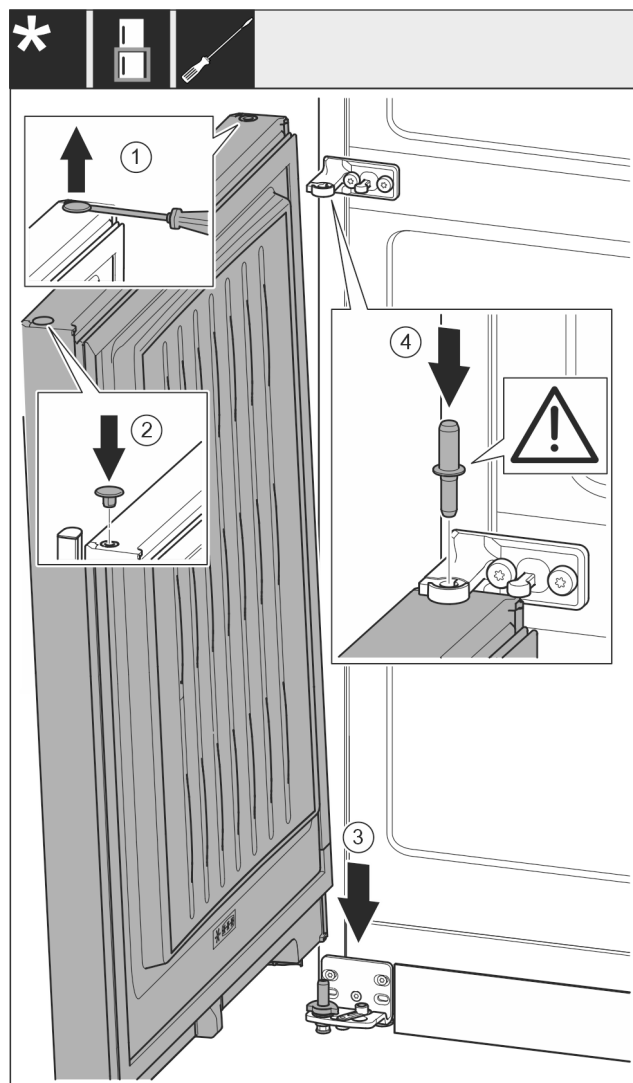

Fig. 22
- С плоска отвертка внимателно повдигнете тапата Fig. 22 (1) и я извадете.
- Отново поставете тапата Fig. 22 (2) от другата страна на вратата.
- Поставете вратата Fig. 22 (3) отгоре върху долния лагерен болт.
- Поставете лагерния болт среда Fig. 22 (4) през лагерната стойка среда в долната врата. При това обърнете внимание на това, фиксиращата гърбица да сочи назад.